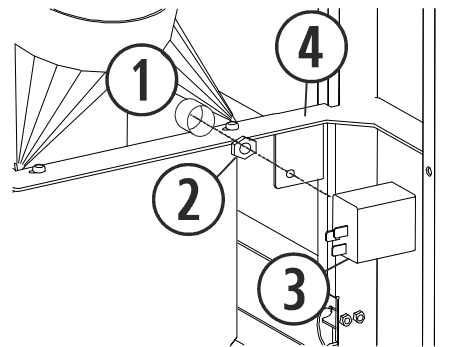

Figura 15
Dobbiamo fissare il termostato (③) sul lato sinistro della stufa, al pezzo 41W (④) indicato al punto 18 di questo manuale. Si inserisce il termostato attraverso l'apposita fessura nella placca (④), si fissa con il dado (②) e infine si avvita il tappo (①) come indicato in *figura 15* (visione del lato sinistro da dietro).
①	Tappo.
②	Dado di fissaggio del termostato di sicurezza.
③	Termostato di sicurezza.
④	Placca di supporto inferiore sinistra.